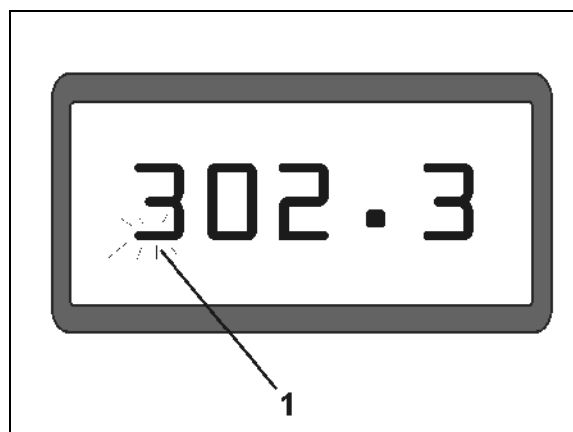

Fig. 2
- **Display (Fig. 2/1).**
De nederste bjælker (Fig. 2/1) blinker under arbejdet: